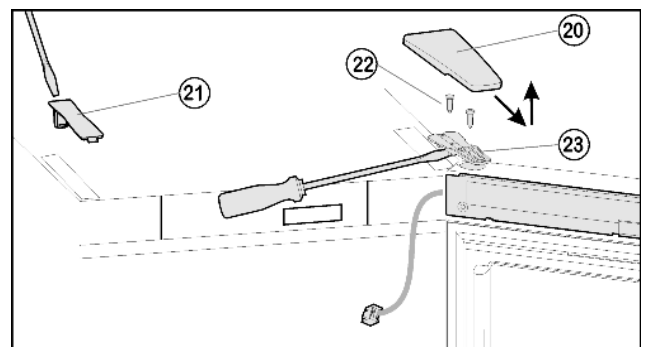

Fig. 10
- ▶ Крышку Fig. 10 (20) снимите движением вперед и вверх
- ▶ Снимите крышку Fig. 10 (21).
- ▶ Полностью выверните винты *Fig. 10 (22)*.
- ▶ Снимите дверцу вместе с опорным кронштейном *Fig. 10 (23)* и кабелем вверх. Для снятия, возможно, понадобится осторожно подцепить опорный кронштейн снизу шлицевой отверткой.